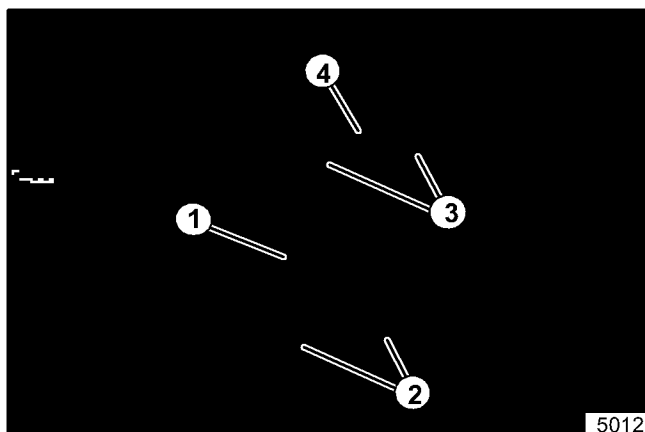

Figure 22. Plaque de montage et roulement du coupleur
14. Aligner la plaque de montage de telle sorte qu'elle soit perpendiculaire au châssis et que le roulement du palier soit centrée sur l'arbre du coupleur. Serrer les deux vis de montage de la plaque au bas de celle-ci (voir la figure 22).
16. Serrer le collier de verrouillage sur l'arbre du coupleur du moteur. A l'aide d'un marteau et d'un poinçon, verrouiller le collier en place. Serrer la vis de réglage dans le collier (voir la figure 22).